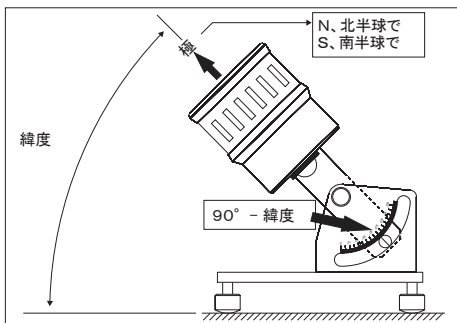
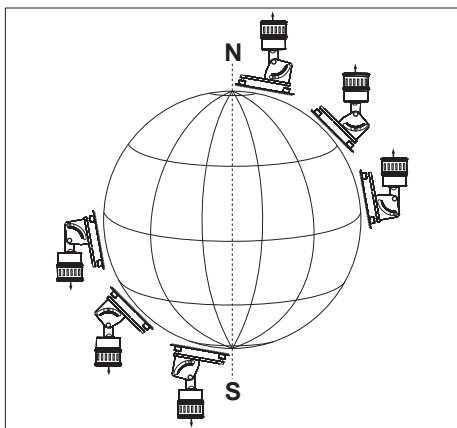

Fig.4:センサの方向決め
Fig.5:センサの方向決め
- 日照時間センサを、印がサポートの目盛の(90° - 緯度)の値に合うよう傾け、センサの頭部(気泡水準器のある部分)を、センサを北半球で使用する場合は北極に、南半球で使用する場合は南極へ向けます(Fig.4, Fig.5)。
- 日照時間センサの軸が地面に対して作る角度は取付け場所の緯度と等しくなります。このようにして、センサの軸は北-南の地軸と並行になります(Fig.5)。